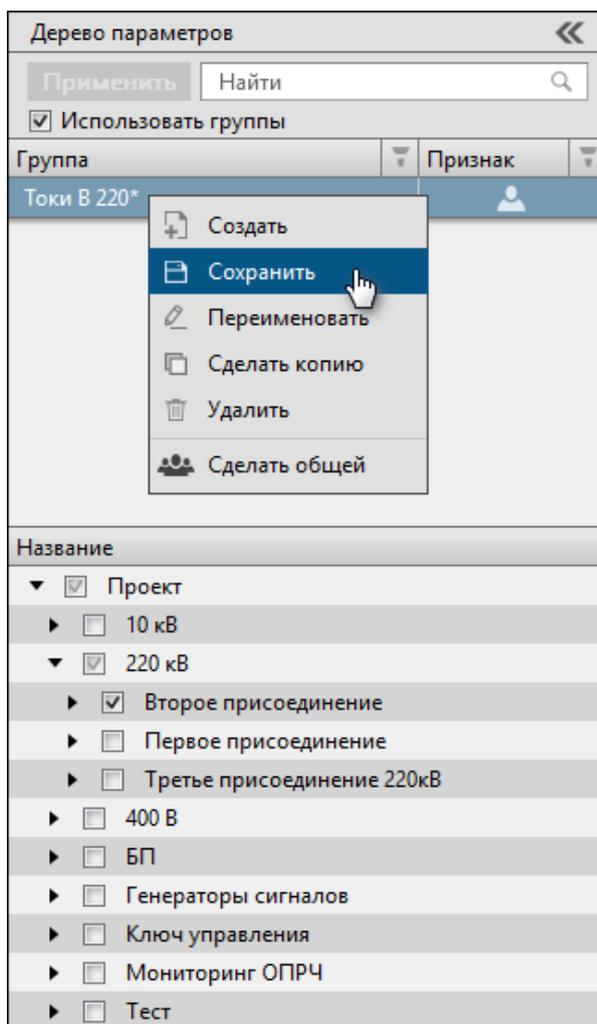

Рисунок 33 - Сохранить
5. Нажмите *к м* по группе сигналов и выберите команду **Сохранить** (Рисунок 33).